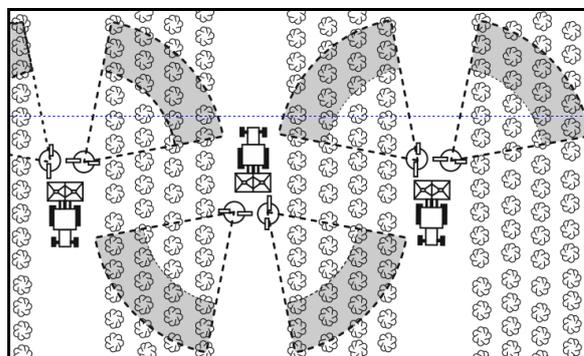

図 20
5. プロペラシャフトを所定のホルダ (図 20) に入れます。